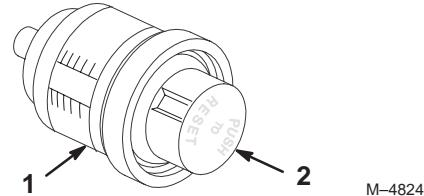

Figure 33
2. Remettez le témoin à zéro en appuyant sur le bouton au bas de la cartouche jusqu'à ce que le plongeur revienne au point le plus bas (Fig. 33).